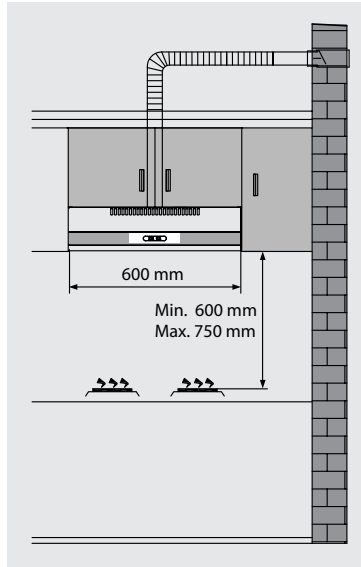

Figura 11
- Al instalar la campana, deje un espacio libre de 60 cm entre la mesa de cocción y la base inferior de la campana (Figura 11).